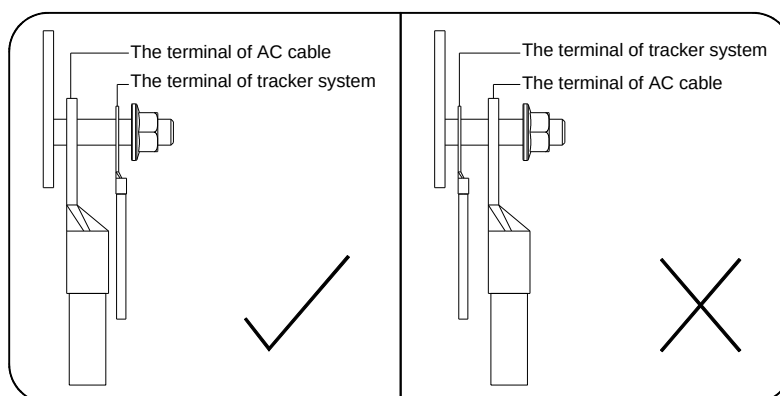

FIG 5-23 Sequência dos terminais do cabo de alimentação e terminais do cabo do sistema rastreador
- Passo 5** Fixe o terminal L/N do cabo ao L3 e N no bloco de terminais CA e conecte o fio terra do cabo ao ponto de aterramento interno da máquina (veja FIG 5-23).